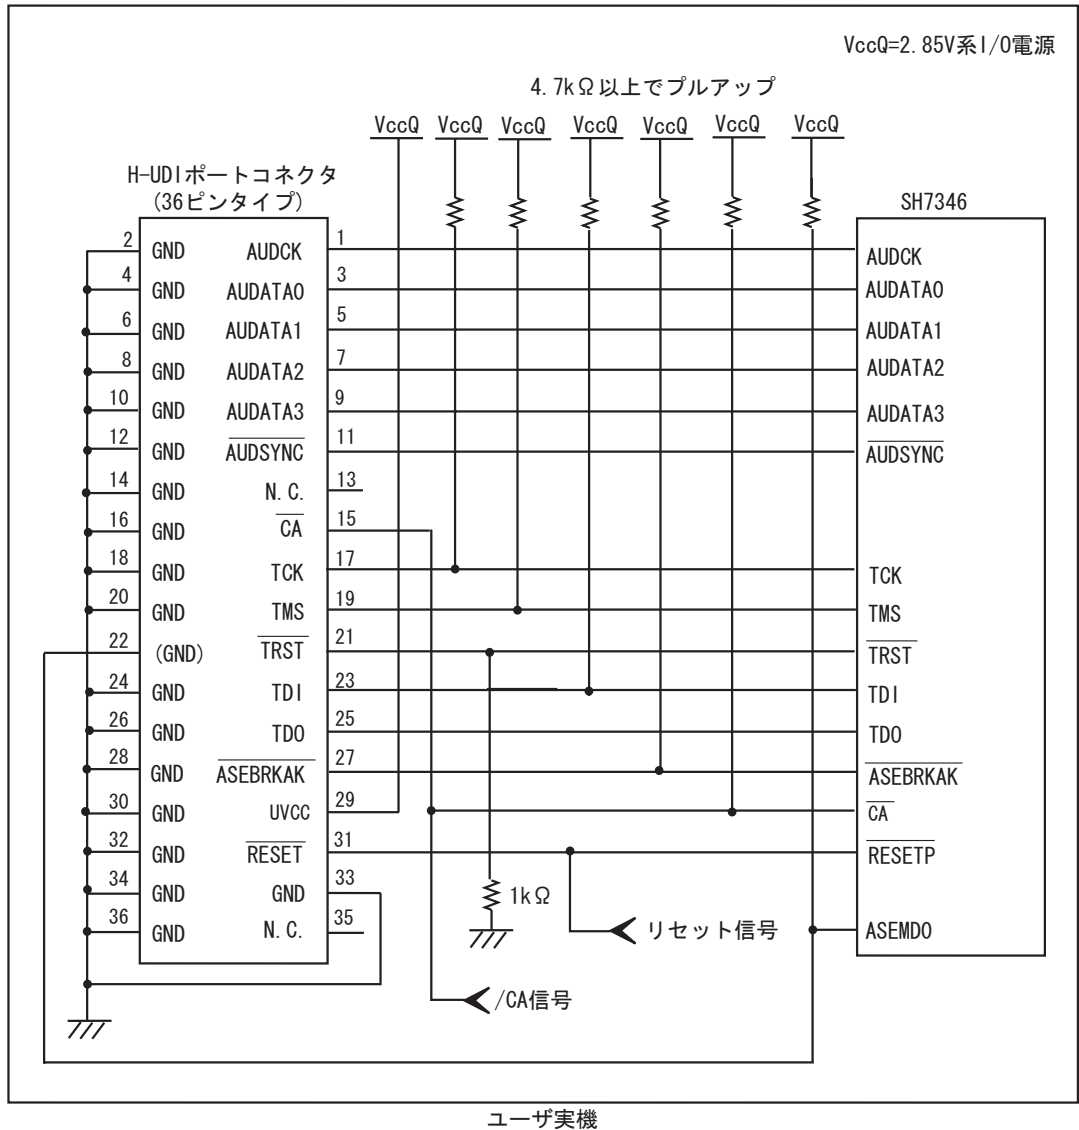

図 1.3 E10A-USB 使用時の H-UDI ポートコネクタ - チップ間の推奨接続例 (36ピンタイプ UVCC 接続時)
- 図 1.3 推奨接続例で回路を組んだ場合の E10A-USB エミュレータのスイッチ設定: SW2=1, SW3=1